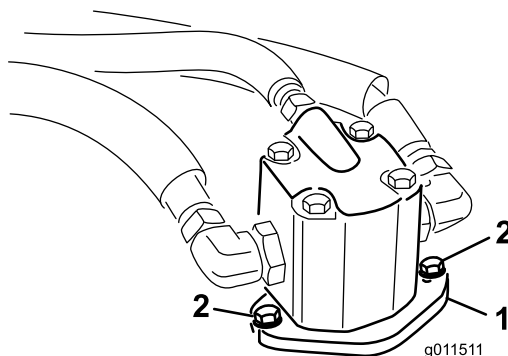

Рисунок 114
4. Выверните болты крепления гидроцилиндра к деке газонокосилки (Рисунок 114).